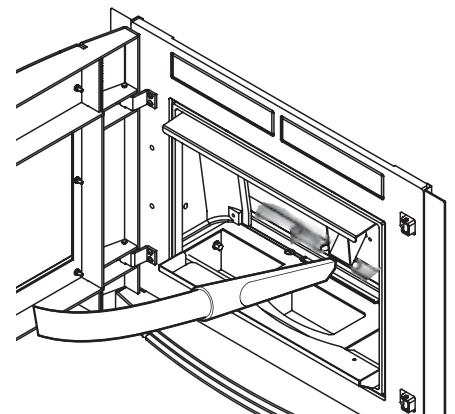

Fig.15.8
- 3) Quitar con un aspirador las posibles acumulaciones de ceniza u hollín depositados en la pared detrás del panel del fondo (Fig.15.8)